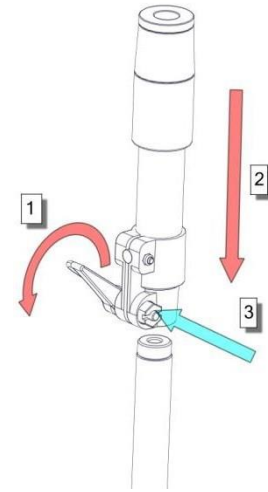

Figure 3. Installation de la tête à la perche
2.2. Placez la tête à l'extrémité d'une perche HPDT200, HPDT201, HPDT202 ou HPDT203 Figure 3.